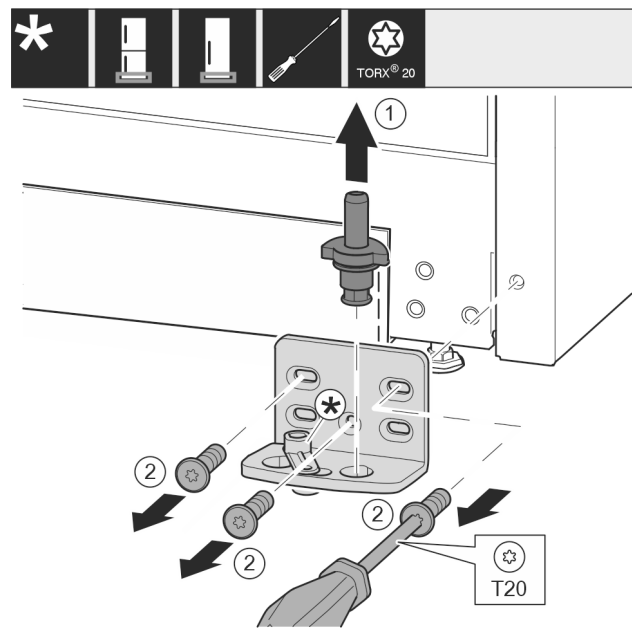

Fig. 22
- ▶ Trekk lagerbolten komplett opp og av. Fig. 22 (1)
- ▶ Skru ut skruene med skrutrekker T20, og ta av lagerbukken. Fig. 22 (2)